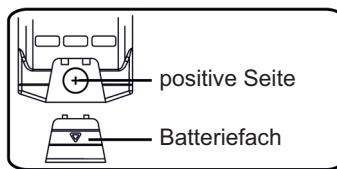

Abb. 1
1. Setzen Sie die CR2032-Batterie in das Messgerät ein, wobei die positive Seite nach außen zeigt (siehe Abb. 1).